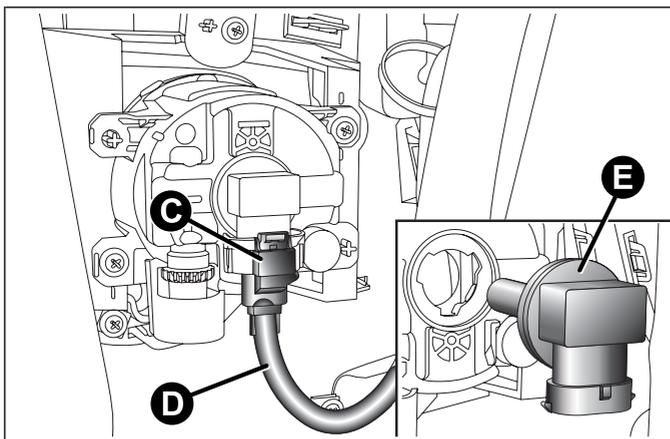

fig. 129
- agir sur l'agrafe C fig. 129 et débrancher le connecteur électrique D ;